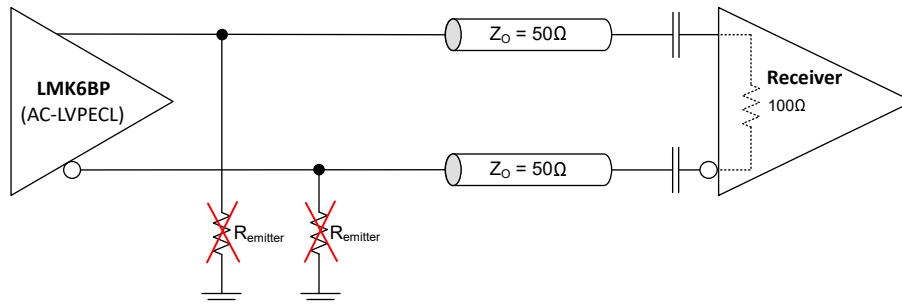

図 9-12. LVPECL 発振器を LMK6Bx に交換
- 図 9-12 に示すように、任意のエミッタ抵抗を実装します。